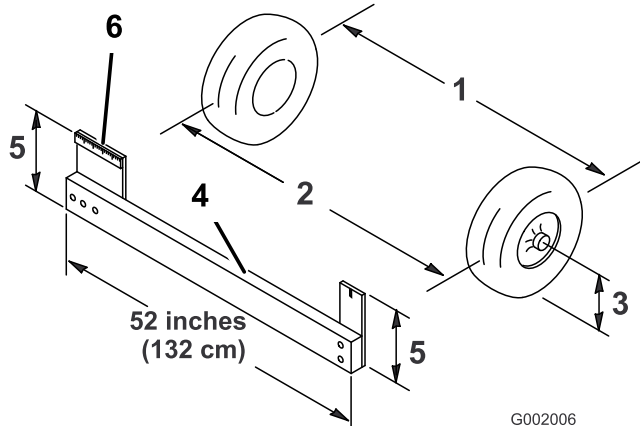

Figura 54
- Mida la distancia entre los neumáticos delanteros a la altura del eje, en la parte delantera y trasera de las ruedas (Figura 54). Es necesario utilizar una plantilla para medir la distancia entre la parte trasera de las ruedas delanteras a la altura del eje. Utilice la misma plantilla para medir con precisión la parte delantera de las ruedas delanteras a la altura del eje (Figura 54).